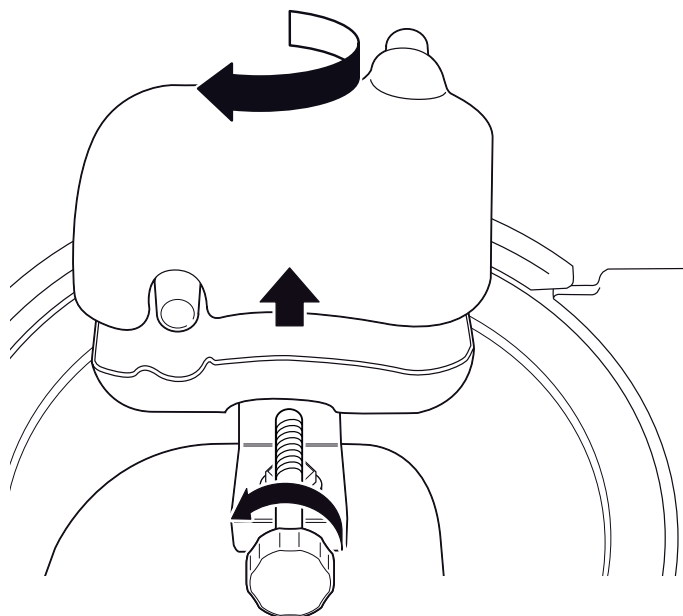

Abb. 13
3. Lösen Sie die Rändelmutter auf der Rückseite, mit der der Schleifapparat befestigt ist (Hinweis: Abbildung 13 zeigt das Gerät von der Rückseite).